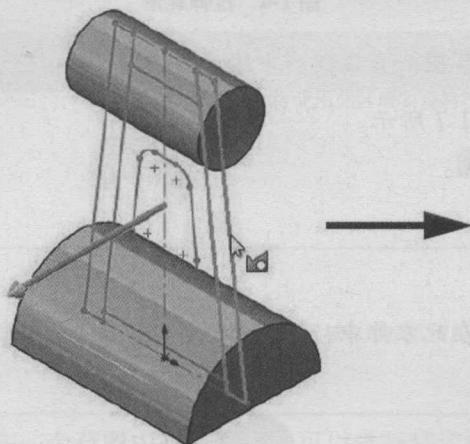
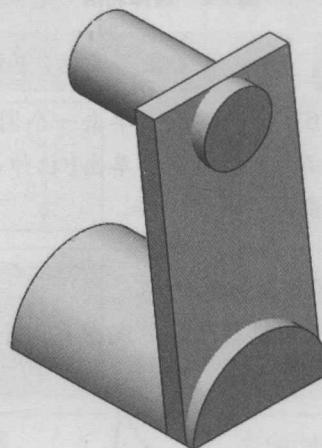

图 1-10 创建草图
图 1-11 创建多实体
**步骤 10 创建第三个实体** 利用如图 1-10 所示的 Front Contours 草图轮廓创建【拉伸凸台/基体】，如图 1-11 所示。
拉伸该草图，拉伸方向 1、方向 2，终止条件为【完全贯穿】，并取消勾选【合并结果】复选框，效果如图 1-11 所示。